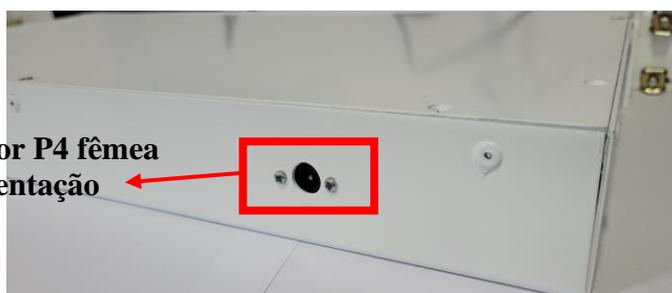

Figura 19 – Conector de alimentação visto na parte posterior do gabinete do PC
- b. Conecte o cabo com conector na ponta *plug P4*. Mantenha a fonte desconectada da rede elétrica. O conector fica na parte traseira do gabinete. Na *Figura 19*, o conector fêmea pode ser visto.